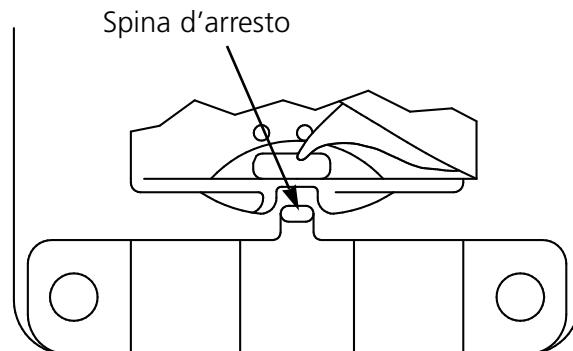

Figura 5-13
4. Controllate per accertarVi che la spina d'arresto tiene ancora fermo il cesto interno del perno girevole come mostrato nella Figura 5-13. Se il cesto interno si muove, potrebbe causare una rottura dell'ago o deteriorare il perno.